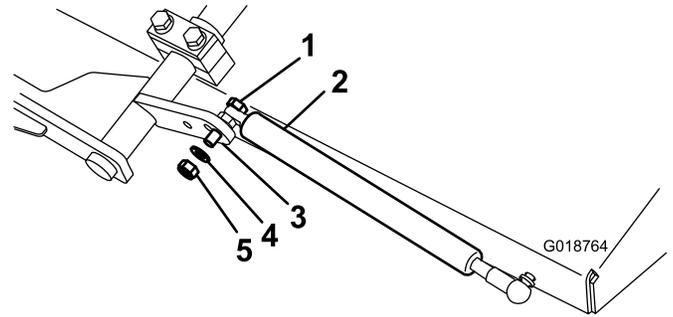

Figura 3
**Nota:** Os parafusos das braçadeiras que prendem o braço de elevação no sítio têm de ser desapertados para facilmente localizar o êmbolo a gás no braço (Figura 3).